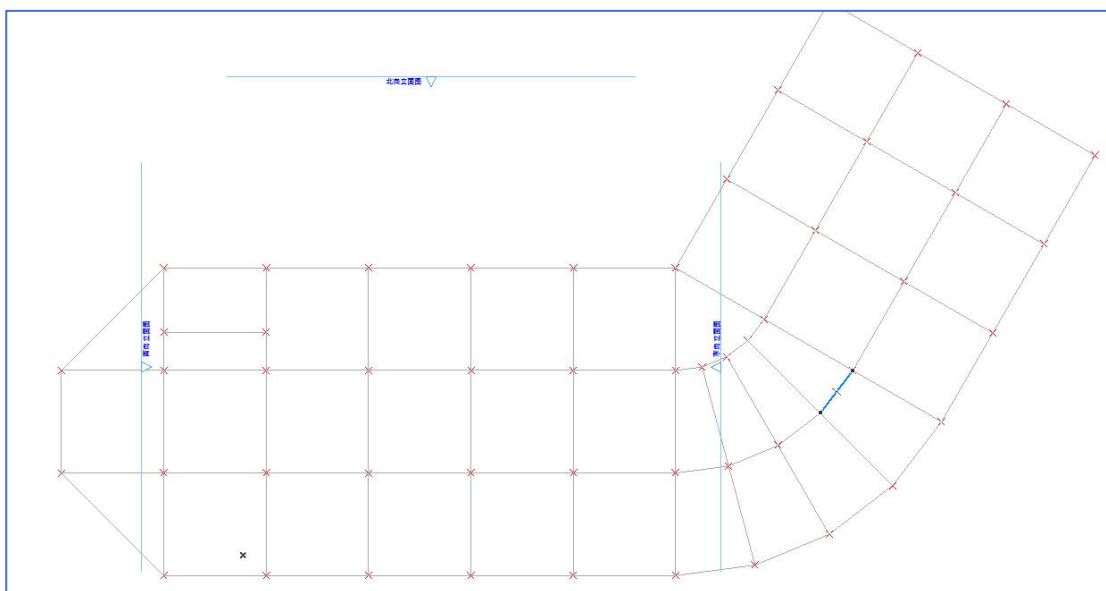

图 2.4.2 节点网格
1、点击基点对位，弹出如下对话框；并生成如图 2.4.2 网格平面图方便进